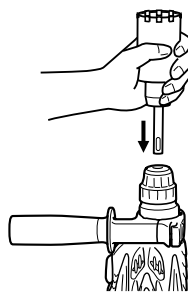

Fig. 19
- (2) Monter la queue de couronne sur le marteau rotatif à percussion. (Fig. 19)
- (3) Introduire la guigon central dans la plaque de guidage jusqu'à ce qu'il arrête.